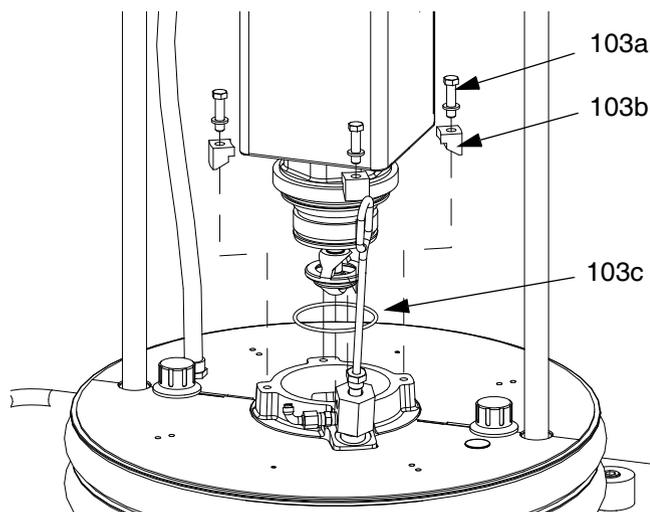

FIG. 41: Kit di montaggio da 200 litri (55 galloni)
2. Fissare la pompa alla piastra con le viti (103a) e i morsetti (103b). Vedere la FIG. 41.